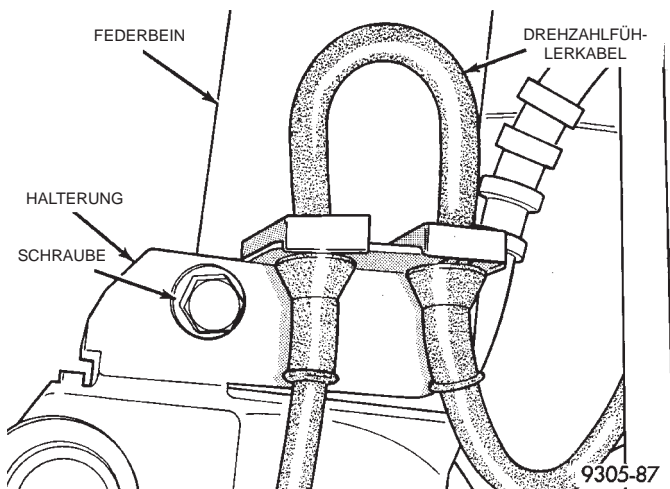

Abb. 17 Halterung/Drehzahlfühlerkabel
(1) Fahrzeug mit einem am Rahmen anzusetzenden Wagenheber anheben oder gut abgestützt auf Unterstellböcke heben. Siehe Abschnitt zum Anheben des Fahrzeugs im Kapitel "Schmierung und Wartung" in diesem Werkstatthandbuch für das bei diesem Fahrzeug anzuwendende Verfahren.
(2) Rad abmontieren.
(3) Die Schraube lösen, mit der die Halterung des Drehzahlfühlerkabels (Abb. 17) am Federbein befestigt ist.
ACHTUNG! Beim Befestigen der Verlegehalterung des Drehzahlfühlerkabels am Achsschenkel muss das Drehzahlfühlerkabel in einer Schlaufe nach oben geführt werden wie in (Abb. 17) dargestellt. Wird das Drehzahlfühlerkabel nicht in dieser Art und Weise verlegt, kann es an Bauteilen des Fahrzeugs scheuern und beschädigt werden.